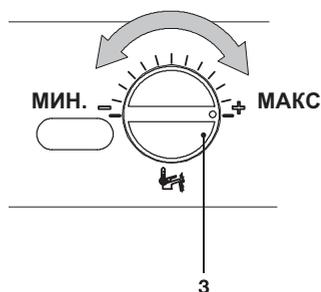

Рисунок 9.13
- Установите регулятор температуры горячего водоснабжения 3 (Рисунок 9.13) на минимальное значение. На ЖК-дисплее P09 будет загораться поочередно с 01).